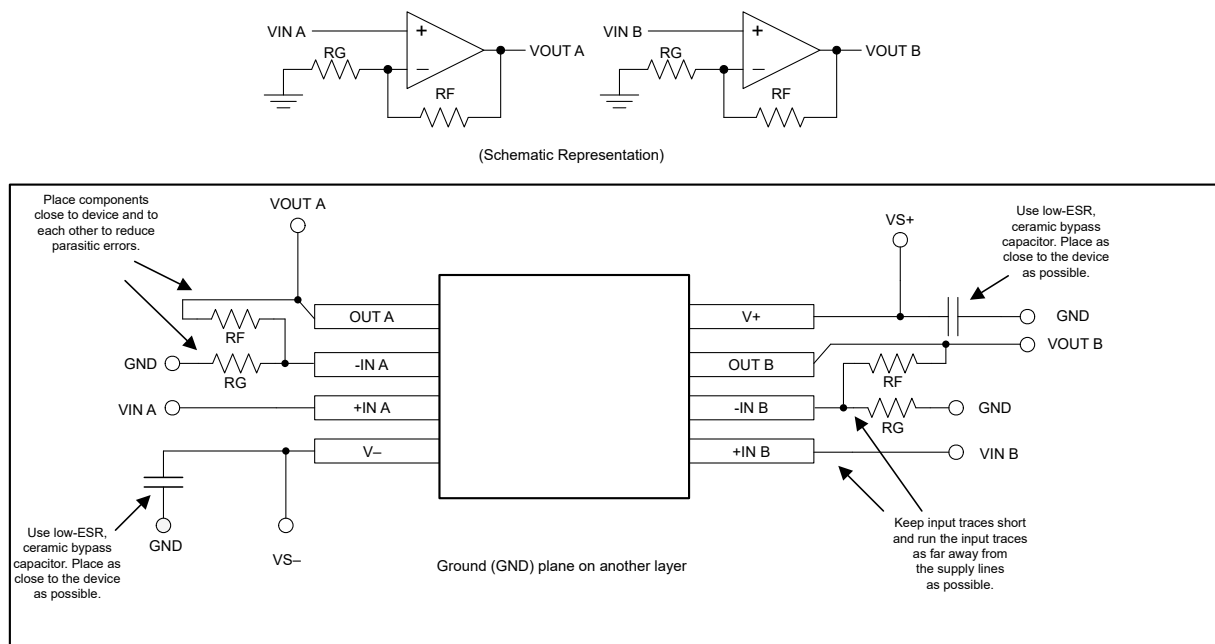

图 8-8. TLV2365-Q1 SOIC 封装的布局建议
- 外部元件应尽量靠近器件放置。图 8-8 显示，使 R_F 和 R_G 接近反相输入可更大限度地减小寄生电容。